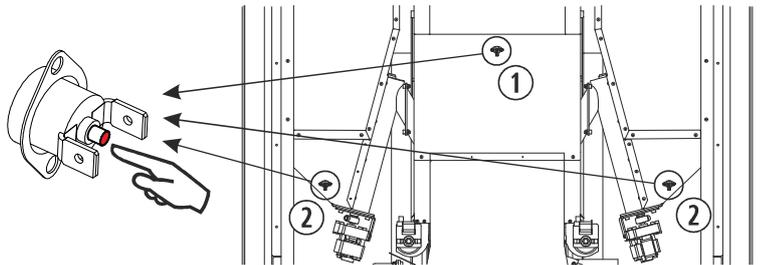

Figura 24
6.11. En caso que el motor reductor no gire y el visualizador indique los impulsos, lo primero que debemos hacer es desenchufar la estufa y verificar si el termostato de seguridad no se ha activado. **Con la estufa desenchufada**, comprobar los termostatos de seguridad que se encuentran en el interior de la estufa. Para activarlos se debe pulsar el botón, si el termostato se encuentra activado escuchará un “clic”. Si el termostato de seguridad ya había sido activado con anterioridad, consulte con su distribuidor. Las estufas **Venecia** (figura 24) e **Ibiza**, tienen un termostato en la parte inferior de cada tolva y otro en la parte trasera.